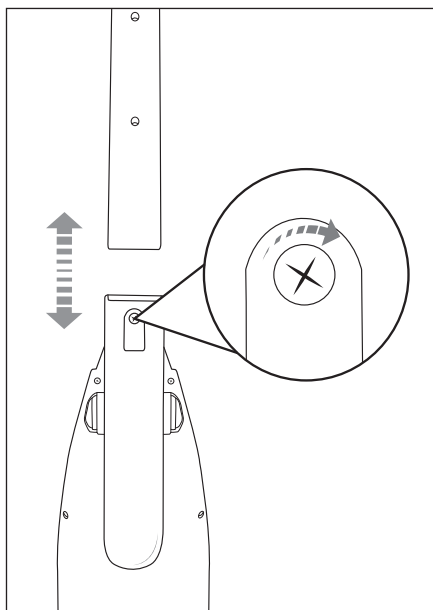

Bild 2
- 2) Sätt skaftet **11** på produktens skafthållare. Skjut skaftet **11** helt över skafthållaren tills det sitter fast ordentligt på produkten. Bild 2).